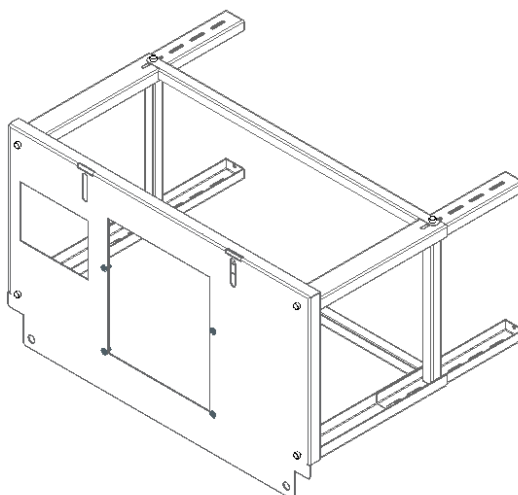

Figura 4 – Montagem mesa auxiliar
3. Deve-se repetir o processo para as outras três pernas, Figura 4.